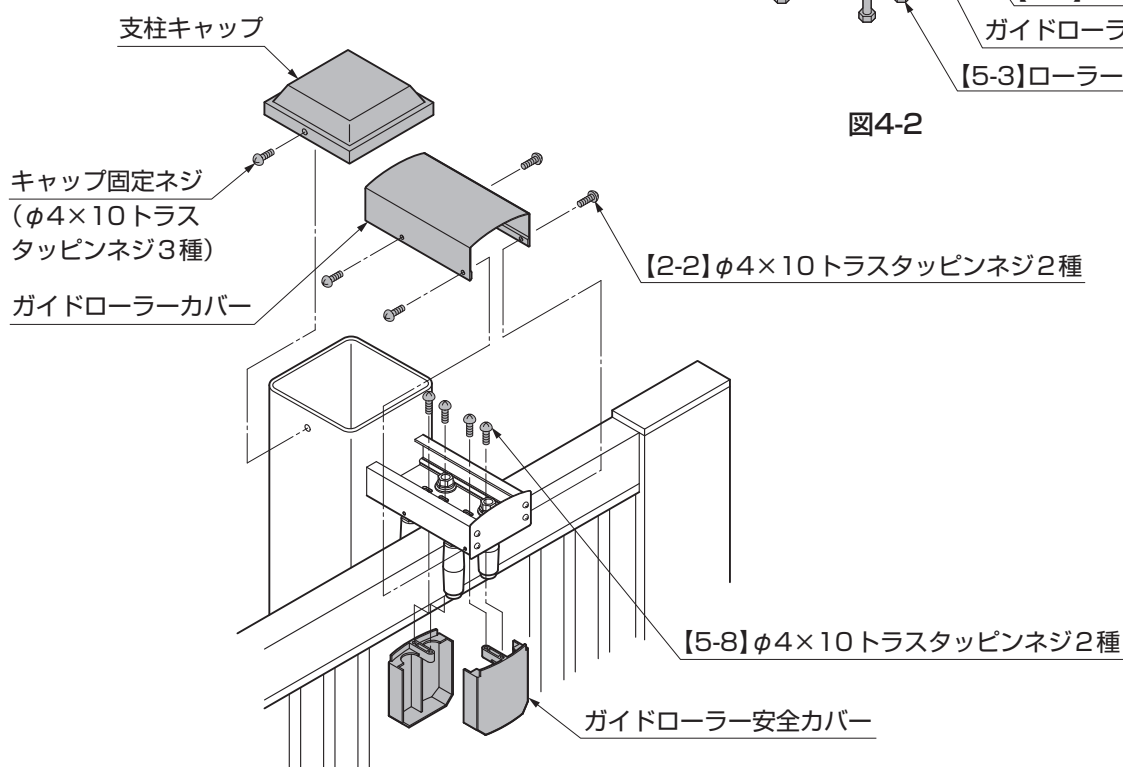

図4-3
②ガイドローラー安全カバーを[5-8]で取付けてください。(図4-3参照)
③支柱キャップを一度はずし、ガイドローラーカバーを[2-2]で取付け、再度支柱キャップを取付けてください。(図4-3参照)